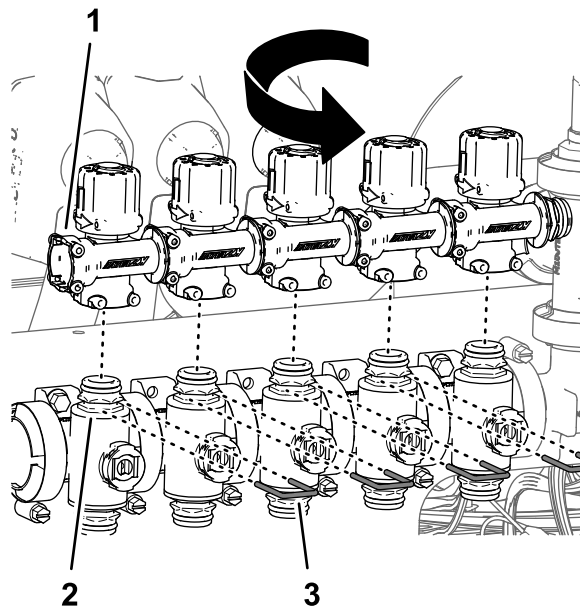

Рисунок 100
6. Переверните перепускные клапаны на 180° и установите их на быстроразъемные штуцеры клапанов секций (Рисунок 100).
7. Закрепите перепускные клапаны на клапанах секций с помощью держателей (Рисунок 100), снятых при выполнении пункта 4.
9. Установите крышки на быстроразъемные штуцеры перепускных клапанов клапана сопла 5 и клапана сопла 6 с помощью держателей, поставляемых в комплекте с крышками (Рисунок 100).